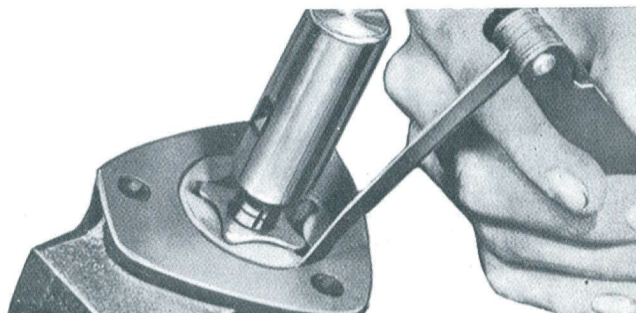

Abb. 95 - Spielkontrolle zwischen dem Aussenläufer und seinem Sitz im Pumpengehäuse mit Hilfe des Dickenmessers 5.9030.270.0.
- Mit dem Dickenmesser 5.9030.270.0 (Abb. 95) das Spiel zwischen dem Aussenläufer und seinem Sitz im Pumpengehäuse überprüfen; es soll nicht über dem in den Tabellen angeführten Wert liegen. Andernfalls sind die Läufer oder, falls notwendig, das Pumpengehäuse auszuwechseln.